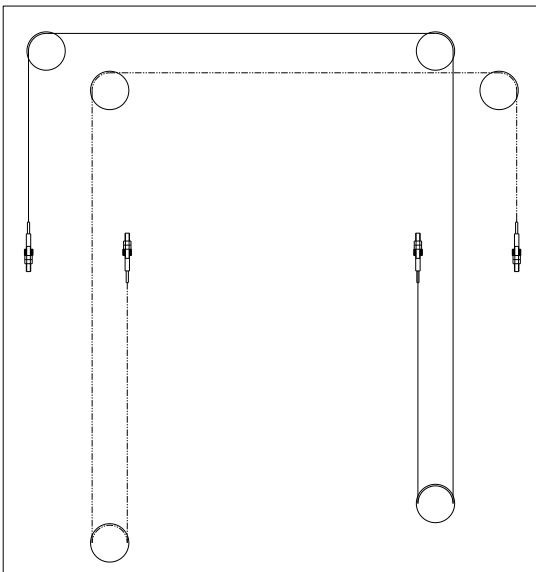

Abb. 37
- ◆ Installieren Sie das Synchronisationskabel gemäß Abb. 37.